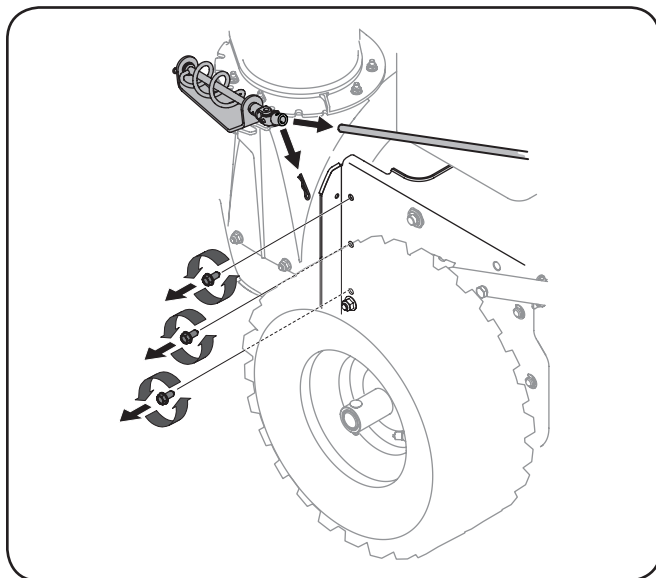

Figura 7-1
1. Retire la varilla de la manivela del canal del montaje de la manivela del canal quitando el pasador del broche de horquilla como se muestra en la Figura 7-1. Mueva la varilla de la manivela del canal fuera del montaje como se muestra.
4. Desde los dos lados del conjunto del cuadro, use una llave de 1/2" para retirar los tres tornillos roscados hexagonales que sujetan el marco de transmisión al conjunto de la caja de la barrena. Consulte la Figura 7-1. **NOTA:** No retire la tuerca de seguridad bridada hexagonal inferior a cada lado.